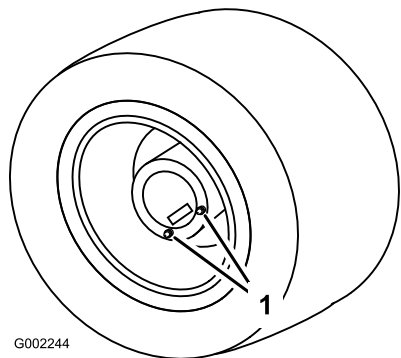

图 81
1. 将打药机停放在水平地面上使后轮置于如图 81 所示的位置。
3. 在排油塞下面放置一个排油盘然后从轮毂上拔下排油塞图 81。